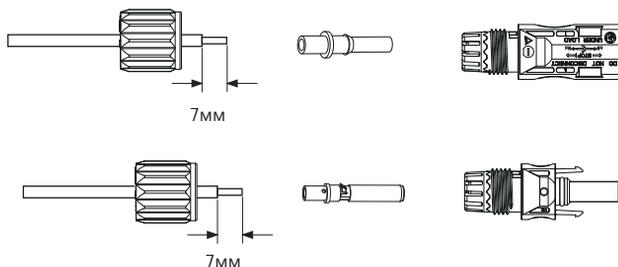

Рис. 5.3 Розбирання накидної гайки роз'єму
a) Зачистіть провід постійного струму приблизно на 7 мм, відкрутіть накидну гайку роз'єму (див. рис. 5.3).